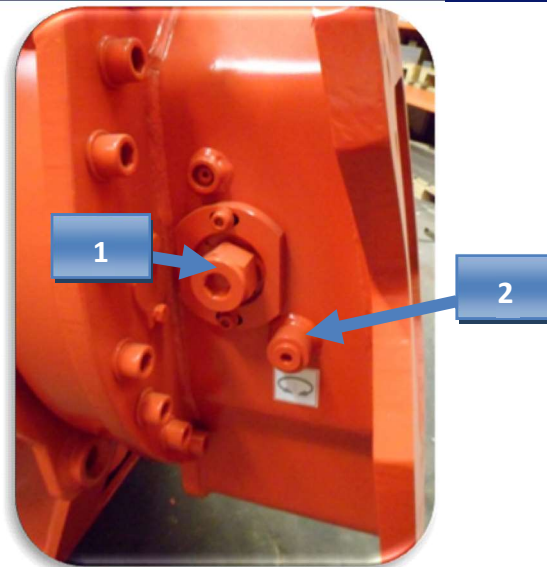

Abbildung 8: „Druckseite“ RDP/RDC
3. Schließen Sie die Schläuche am Drehmotor an und sichern Sie die Schere so, dass diese nicht drehen kann (Pos. 2, Abbildung 8).